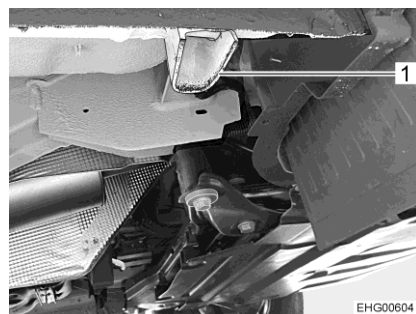

Fig. 241 Attacco asse anteriore
- Se si deve cambiare una ruota sull'asse anteriore: Applicare il cric nell'attacco (Fig. 241,1) appositamente previsto.